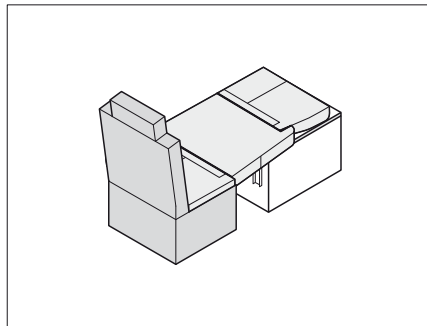

Bild 227 Positionera sittdynor
- Ta bort ryggstödet (Bild 227,1) från enkelsätet (se kapitel 7.16.9).
- Placera sittdynor och extradynor på det sänkta bordet som visas i Bild 227.